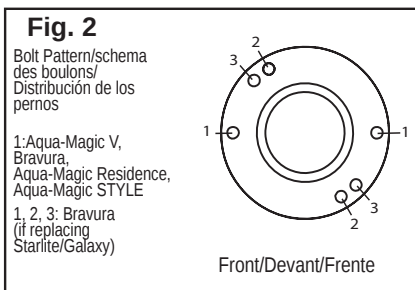

Fig. 2
- With mounting bolts in place, position toilet over closet flange (Fig. 2). If not carpeted, go to Step 5.
- Une fois les boulons de fixation en place, aligner cabinet sur la bride de sol (voir fig. 2). Si le plancher n'est pas recouvert de tapis, aller à l'étape 5.
3. **Style Plus y Bravura solamente:** Saque el recubrimiento de alrededor de la base de la unidad. Con los pernos de montaje en su sitio, coloque el tanque sobre la brida del suelo (Fig. 2). Si el piso no está alfombrado, vaya al paso 5.